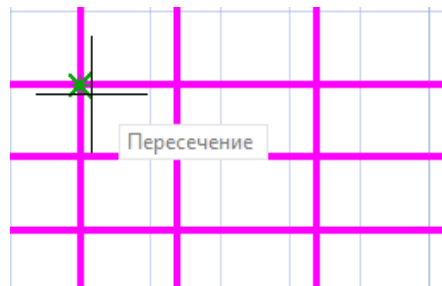

Рисунок 4.3
– подвести курсор к точке пересечения линий разметки. После захвата точки режимом Привязка – появления маркера, выполнить *КЛК* (рис. 4.3).